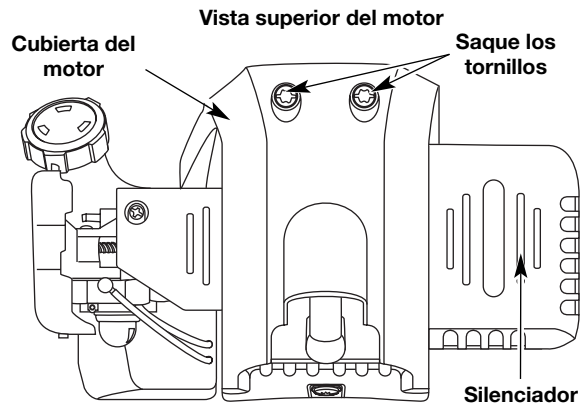

Fig. 34
2. Quite los dos (2) Tornillos de encima de la tapa del motor con un destornillador de pala o Torx #25 (Fig. 34).
13. Vuelva a colocar la cubierta del silenciador. Deslice las muescas a los lados de la cubierta del silenciador sobre las orejetas de la cubierta del motor y enganche en su lugar (Fig. 34).